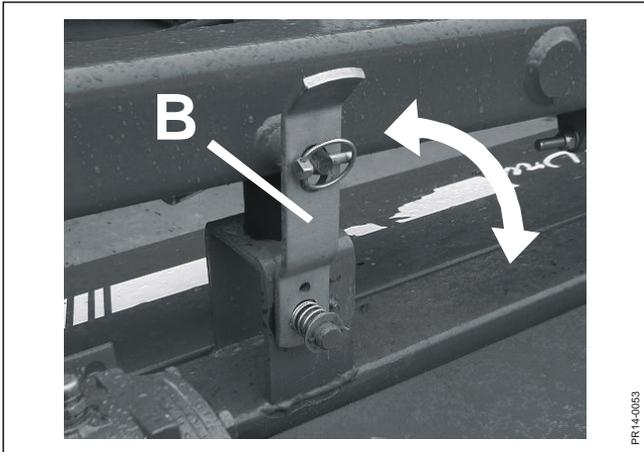

Fig. 3-6
- Fig. 3-6**
- Fig. 3-6** Die Maschine anheben.